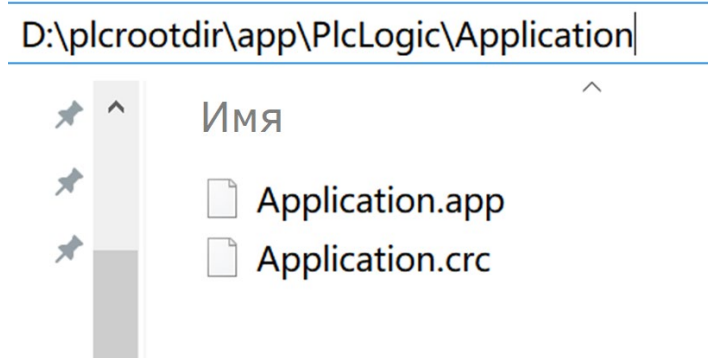

Рисунок 36 – Файлы обновлений, сохранённые на TF-карте/USB-накопителе
1. Сохраните файлы обновления (Application.app, Application.crc), скомпилированные программой Codesys, в папке «plcrootdir\app\PlcLogic\Application» на TF-карте/USB-накопителе (Рисунок 36).